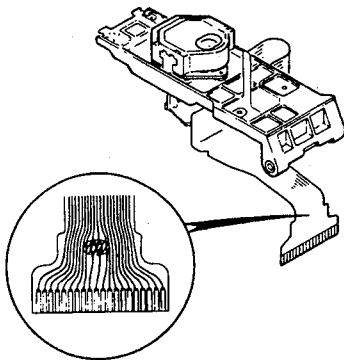

Fig. 3-1
- Before removing the pickup assembly be sure to solder -bridge where indicated in the inset (Fig. 3-1) to prevent the laser diode from being electrostatically damaged. After replacing the pickup assembly, be sure to unsolder the antistatic bridge. Or else the laser diode does not function.
- ピックアップ ASSY を外すときは、レーザーダイオードの静電破壊防止のため、必ず斜線部分 (Fig. 3-1) を半田ブリッジしてから作業をしてください。また、取り付ける場合も取り付け後に半田ブリッジを外してください。半田ブリッジをしたままではレーザーダイオードは動作しません。